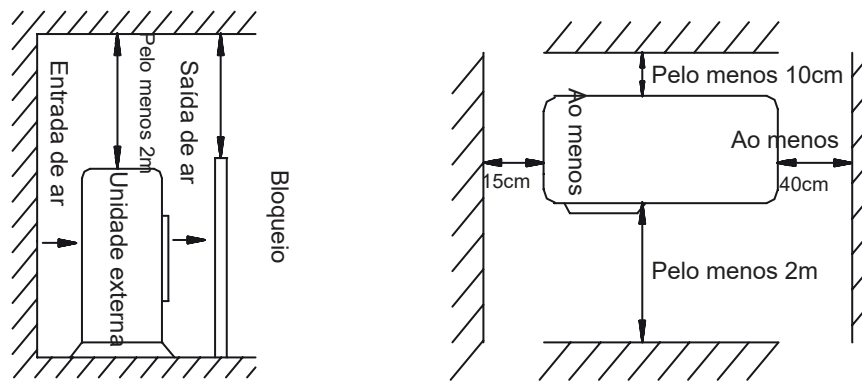

Fig.2
- A distância de instalação deve ser exigida, conforme mostrado na Fig. 2.